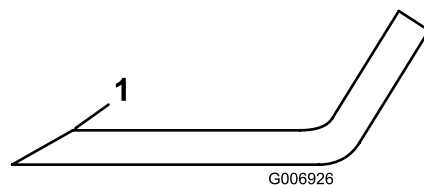

Figura 102
- Inspeccione as extremidades de corte de todas as lâminas. Afie as extremidades de corte se estas apresentarem sinais de desgaste ou ranhuras. Afie apenas a zona superior da parte cortante e mantenha o ângulo de corte original para garantir que está afiada (Figura 102).
- Se apresentar sinais de desgaste ou ranhuras, afie apenas a zona superior da parte cortante enquanto mantém o ângulo de corte original (Figura 102).